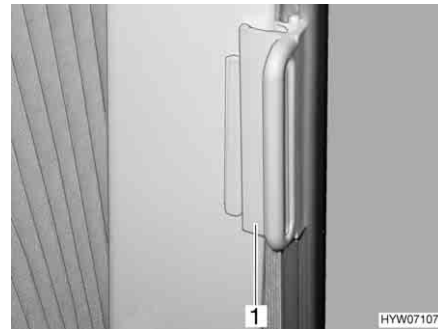

Fig. 37 Dispositivo di bloccaggio per la tendina oscurante pieghevole
- Spingere l'impugnatura (Fig. 37,1) fino al sopralzo. La tendina oscurante pieghevole è ora bloccata.